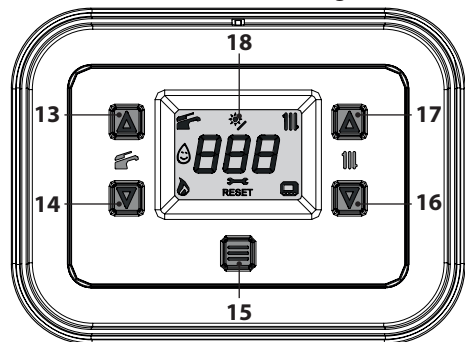
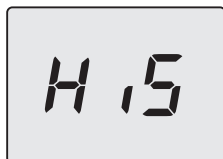
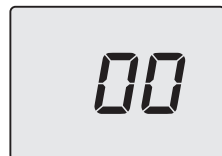

Figura 8.1
Figura 8.2
Figura 8.4
- Entrare in "modalità programmazione" premendo contemporaneamente per 5 secondi i tasti 14 e 16 (Figura 8.1) fino a far apparire sul display LCD le lettere **HiS** che indicano il menu "Storico delle caldaie" (Figura 8.2).
- Scorrere i vari parametri utilizzando i tasti 14 (indietro) o 16 (avanti) fino a far apparire sul display LCD le lettere **P02** (Selezione tipo gas) che si alternano con il valore del parametro (Figura 8.4).
- Premere per 1 sec. il tasto 15 (Figura 8.1) per entrare nel parametro selezionato. Il display visualizzerà quanto segue (Figura 8.5).
- Premendo il tasto 15 (Figura 8.1) si ottiene la conferma del valore inserito. Il display visualizzerà per 5 sec. quanto segue (Figura 8.7) poi, si porterà al livello superiore.
- Premendo contemporaneamente i tasti 14 e 16 (Figura 8.1) si esce senza modificare il valore (ritorno al livello precedente Figura 8.4).
- tenere premuti contemporaneamente i tasti 14 e 16 per 5 sec. (Figura 8.1) (ritorno al livello precedente).